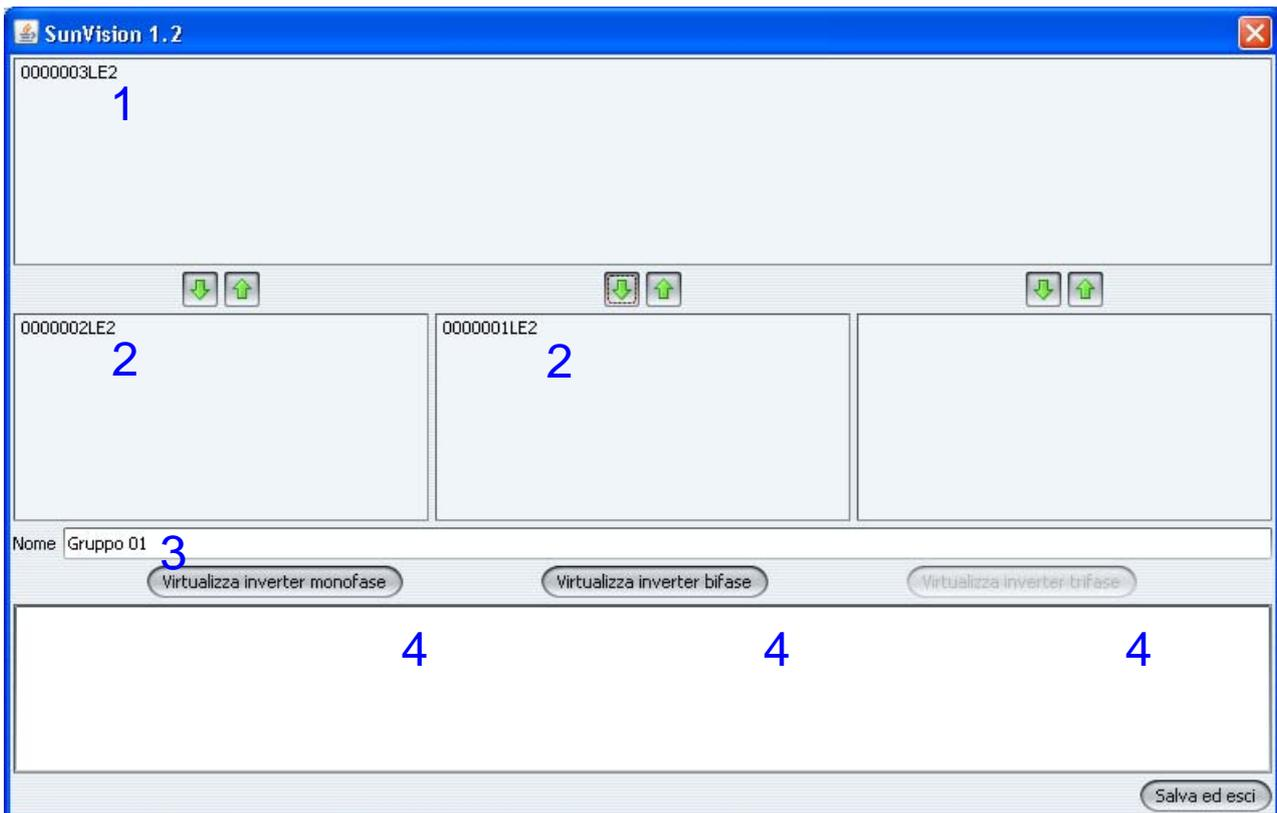

Figura 6.1 Página de virtualización
2. Una vez terminada la búsqueda, aparecerá una ventana de configuración con los inversores detectados (Figura 6.1 Página de virtualización).